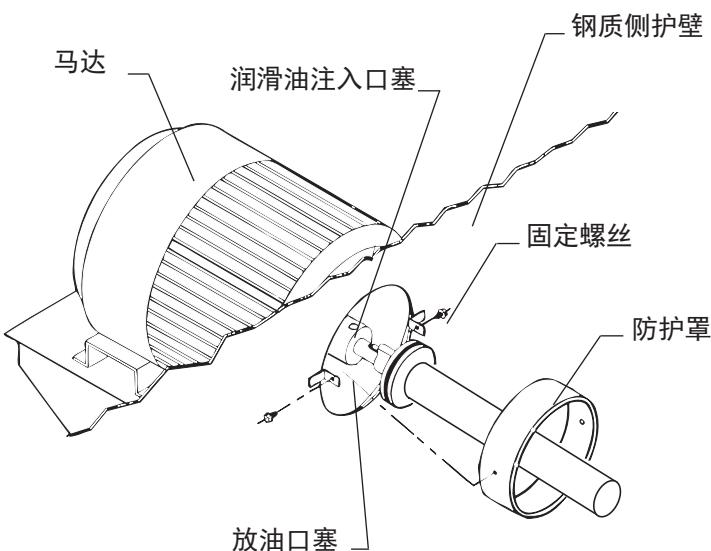

图 7
1. 如图 7 中所示除去保护罩。可在闭式冷却塔外碰到马达另一头的轴承。